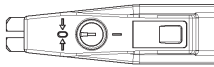

Abb. 2
- 7.6 Um eine Brandgefahr nach Beendigung der Lötarbeiten zu verhindern, ist die Einschaltsperr¹⁰ wieder auf Stellung „0“ zu drehen (siehe Abb. 2). Das Gerät ist jetzt gegen ungewolltes Einschalten gesichert.